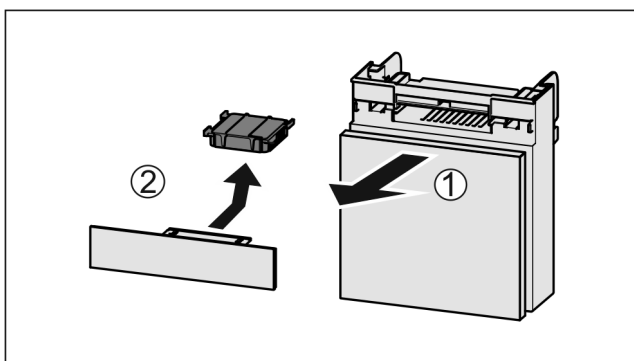

Fig. 127
- ▶ Pretinac izvucite Fig. 127 (1) prema naprijed.
- ▶ Izvadite filtara s aktivnim ugljenom Fig. 127 (2).